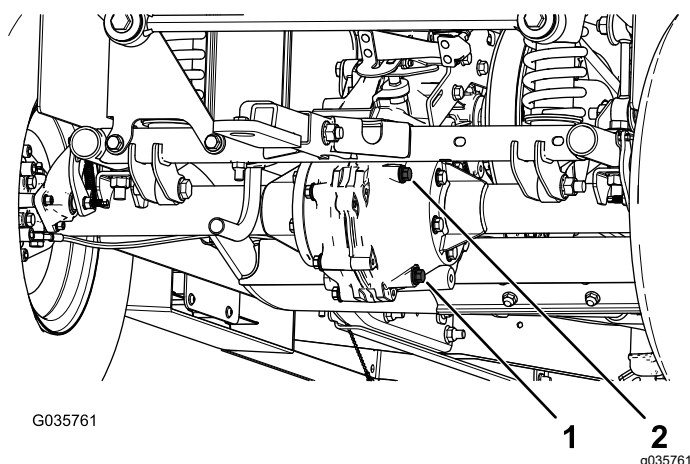

Figura 56
4. Retire el tapón de llenado del transeje (Figura 56).
5. Si el nivel de fluido es bajo, retire el tapón de llenado y añada fluido del tipo especificado hasta que salga del orificio (Figura 56).
1. Coloque un recipiente debajo del tapón de vaciado (Figura 56).
2. Retire el tapón de llenado y la junta (Figura 56).
3. Retire el tapón de vaciado y la junta, y deje que el fluido se drene completamente (Figura 56).